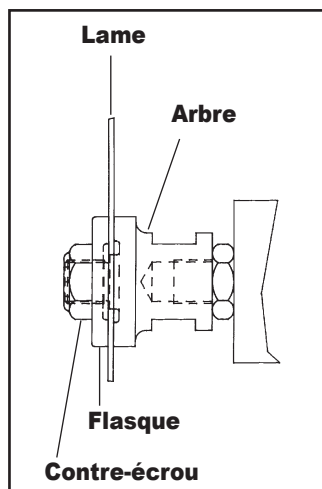

FIG. 2
- a. Arbre standard - Installer la lame sur l'épaule de l'arbre de  $\frac{5}{8}$  de diamètre (Fig. 2). Installer le collet, face allégée tournée vers la lame et visser le contre-écrou. Tout en maintenant une clé (fournie) sur le plat de l'arbre de  $\frac{7}{8}$ , serrer le contre-écrou d'arbre. La lame doit être complètement contre l'épaule de l'arbre et de niveau sur la face de l'arbre.
Détail de la bride des figures 2 et 3.